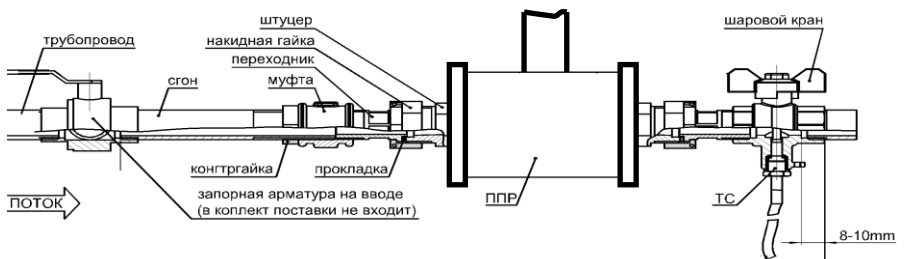

Рис.8.1
4.4.1 в выбранном месте установки первичного преобразователя необходимо вырезать участок трубопровода с учётом габаритной длины ПРПН/Р, переходников, шарового крана и сгона (см. рис. 8.1).
установить ТС в шаровый кран (см. рис. 8.1).